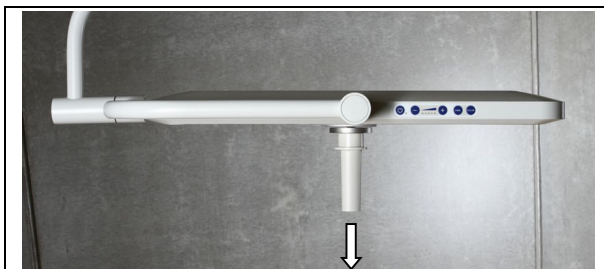

Bild 15: Sterilgriff abnehmen
2. den Sterilgriff vom Innengriff der Leuchteneinheit abnehmen (Bild 15).